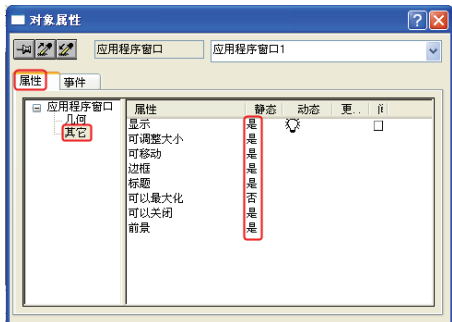

图 9-53 “对象属性”对话框
2) 改变全局脚本诊断控件的静态属性。在图形编辑器中，选择“GSC Diagnostics”，单击鼠标右键，弹出快捷菜单，单击“属性”选项，弹出“对象属性”对话框，如图 9-53 所示，将“属性”选项卡中“其它”的所有的静态属性由“否”改成“是”。